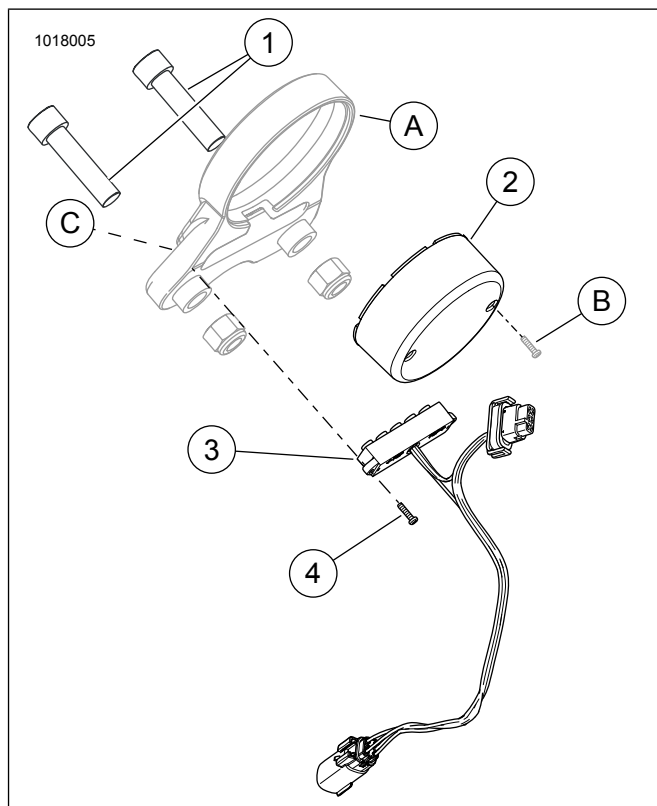

Figura 4. Peças adicionais necessárias: XL1200C ano 2014 e posteriores
1. Veja Figura 4 e Tabela 4. Esta aplicação exige a compra em separado das peças adicionais listadas.
3. Conecte a luz indicadora **nova** e o conjunto do chicote de fios (4).
4. Instale o conjunto da lâmpada indicadora (3) e a moldura (C) no novo suporte do velocímetro usando os parafusos **novos** (4).
- a. Remova a parte traseira adesiva da moldura **nova** (C).
- b. Cole a moldura no suporte do velocímetro (A) pela parte interna.
- c. Fixe o **novo** conjunto da lâmpada indicadora (3) e a moldura usando os parafusos **novos** (4).